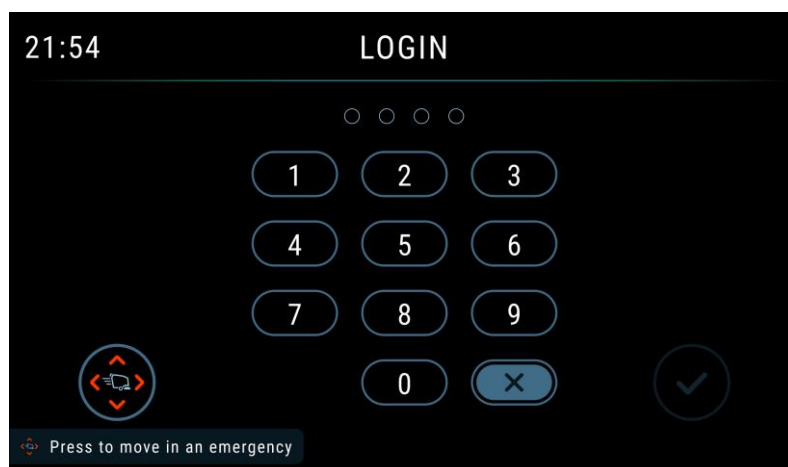

Figura 1
- Depois de reiniciar a máquina, a máquina entrará na interface de login de senha mostrada na Figura 1 e, em seguida, digitará a sua senha para iniciar a máquina.